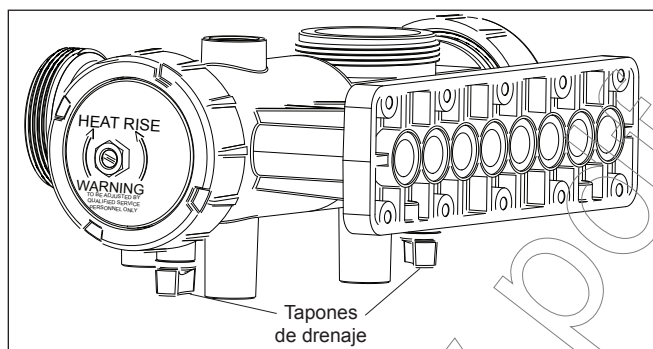

Figura 15. Ubicación de los tapones de drenaje del cabezal
5. Retire los tapones de drenaje y vacíe el calentador. Véase Figura 15.